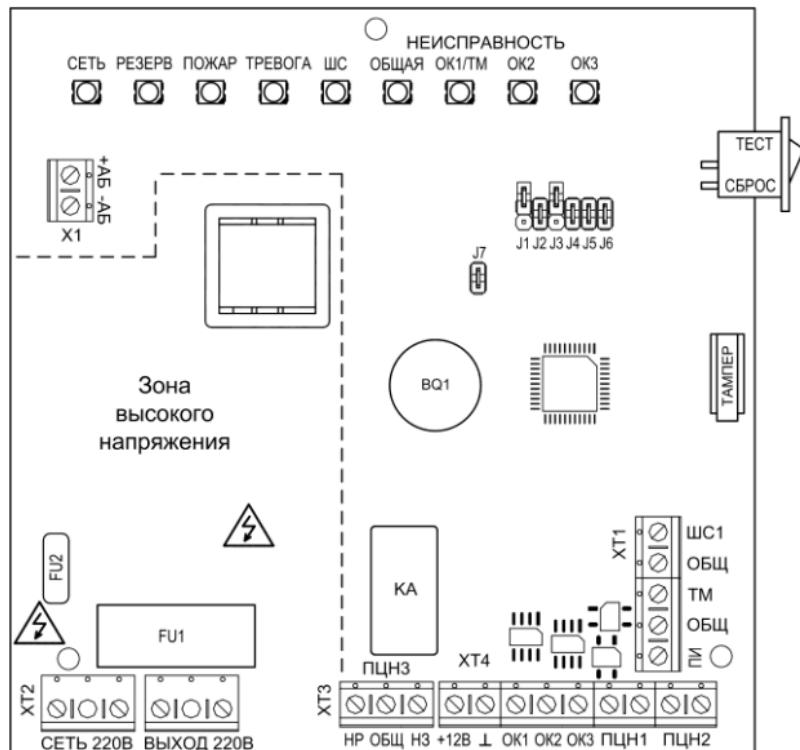

Рис.3 Плата прибора
**ВНИМАНИЕ!** На плате прибора присутствует зона высокого напряжения (см. рис.3). При использовании внешних устройств с рабочим напряжением 220 В контакты «НР», «ОБЩ» и «НЗ» клеммника ХТЗ (ПЧН3) и контакты клеммника «Выход 220В», также могут находиться под напряжением 220 В.
На плате (рис.3) расположены следующие элементы: